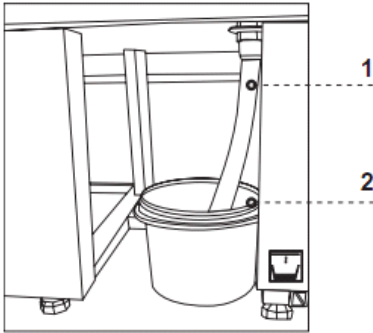

Abb.6 Kondensatbehälter (ohne Rotationsverdampfer)
2. Glasseiten anbringen Abb.6/2;1 (S.32)
6. Vorderbildschirm anbringen Abb.6/8 (S.32)
10. Den Kondensatbehälter auf der Grundlage der Anlage unter dem Siphon gemäss Abb.6 (S.31)
Es ist empfohlen, **einmal pro Monat** soll der Betrieb der Anlage unterbrochen werden um das Innere der Anlage zu reinigen, natürlicher Reifbeschlag des Verdampfers, den Kondensator zu reinigen und die Türdichtungen zu prüfen. Ist die Anlage nicht mit dem automatischen Abdampfen des Kondensats nicht ausgestattet, soll das Kondensat vom Behälter entfernt werden, falls er befüllt wird. Abb.6 (S.31). Die Anzahl (Häufigkeit) dieser Verfahren hängt von der Betriebsbedingungen der Anlagen (u.a. Luftfeuchtigkeit, wie oft die Türen geöffnet werden, Menge und Temperatur der einzulegenden Waren) ab.